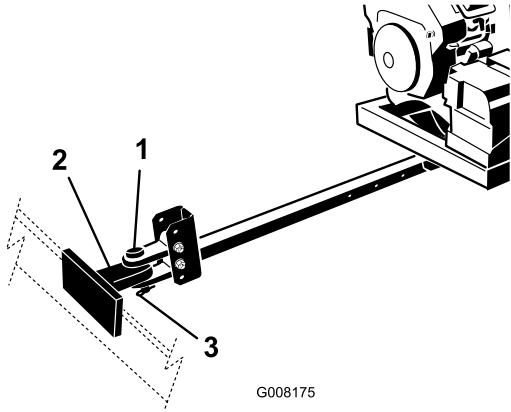

图5
- 使用挂钩销和 U 形销将吹风机 U 形销挂钩连接到牵引车挂钩上（图5）。